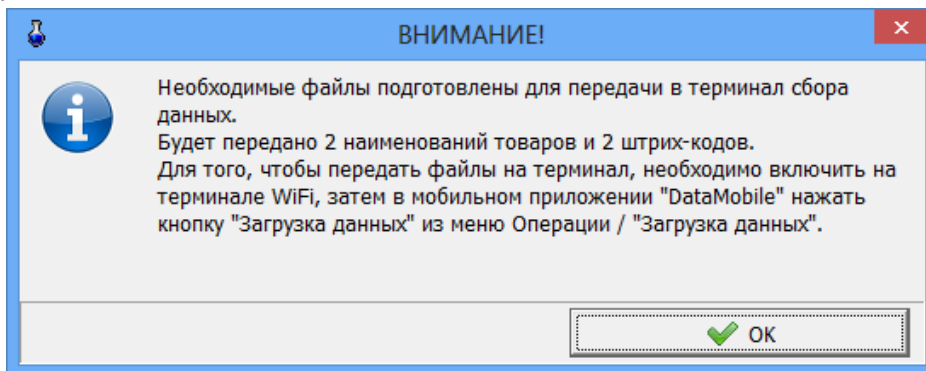

Рис. 7
2.2.2. Выдастся сообщение с указанием дальнейших действий (рис.7). Выполняем эти действия.